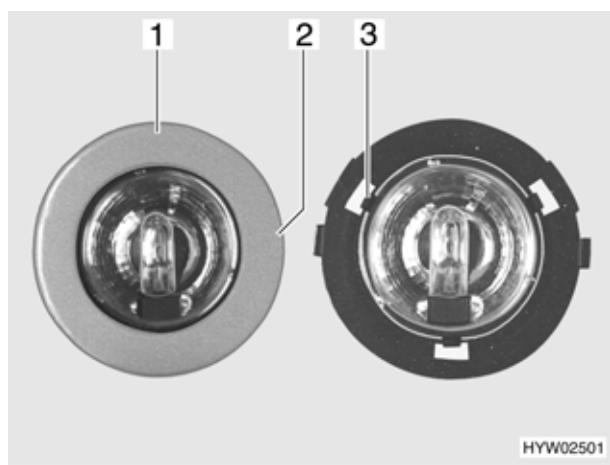

Bild 153 Halogenleuchte
- Langsam die Blende (Bild 153,1) drehen, bis die Nase (Bild 153,2) des Gehäuses in der darunter liegenden Blendennut einrastet.
- 3 Klemmen (Bild 153,3) halten die Glasscheibe der Halogenleuchte im Gehäuse. Eine der 3 Klemmen zur Seite drücken.